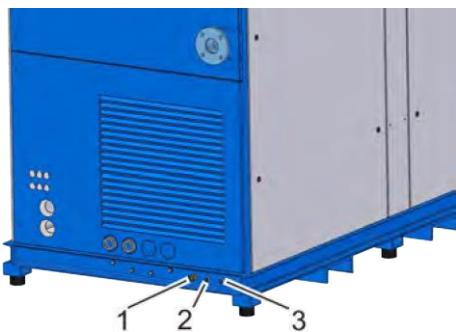

Рис. 30: Отвод конденсата
- 3.➤ Подключите к штуцеру для отвода конденсата (Рис. 30/2) гибкие и водостойкие шланги.